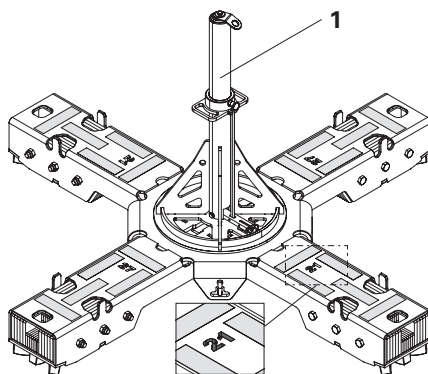

Abb. B3.01
- Für SKY-Anker 21 mm (1) die Aufnahme SKY-Anker 21 mm verwenden. (Abb. B3.01)